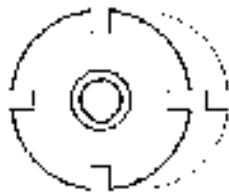

图 4.9.17 平移图元组
(2) 在该菜单中选择 **Horiz (水平)** 命令, 在系统 **输入值[退出]** 下, 输入平移值 20, 单击鼠标中键, 完成后如图 4.9.17 所示。